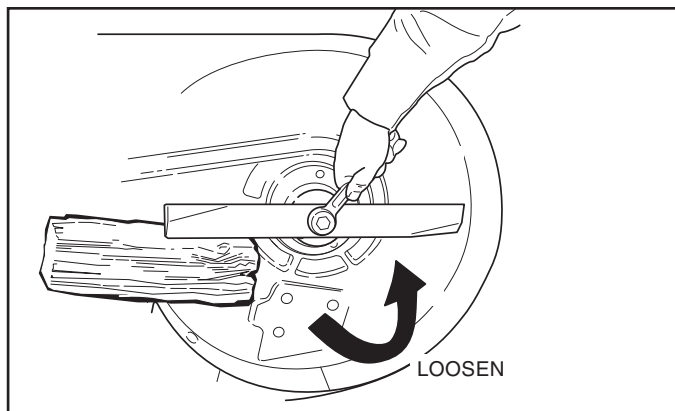

Figura 28
2. Para quitar la cuchilla, utilice un bloque de madera para prevenir la rotación de la cuchilla al aflojar el tornillo de cabeza hexagonal (ver Figura 28).